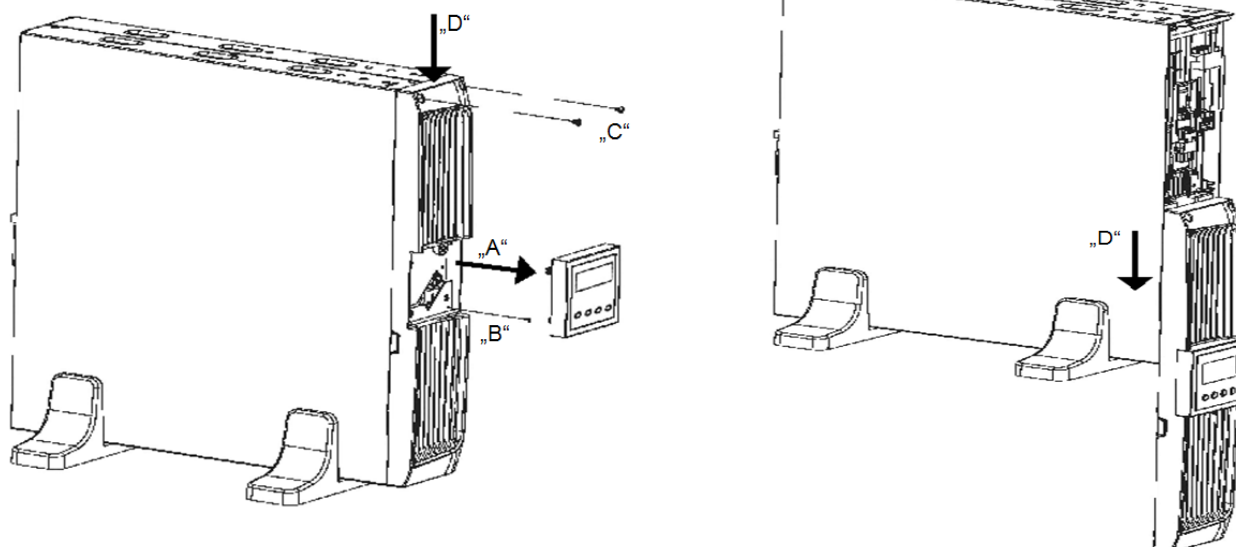

Abb. 6: Frontabdeckung entfernen
- Das Bedienfeld „A“ herausnehmen und die unteren Befestigungsschrauben der Abdeckung „B“ entfernen und das Bedienfeld wieder einsetzen (siehe Abb. 6).